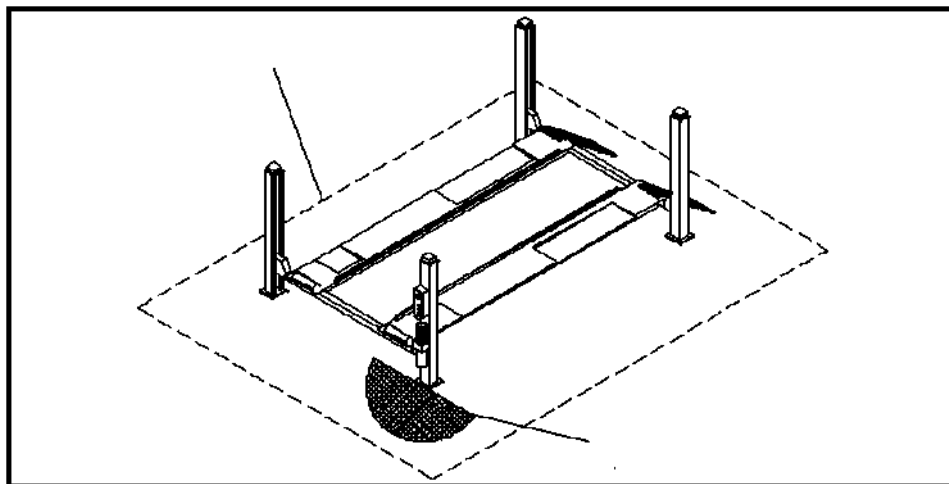
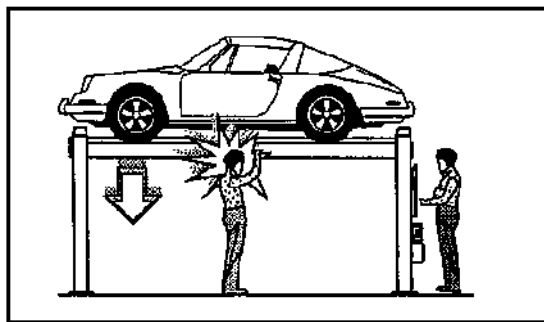

Рис. 16
Рис. 26
- не входите в зону безопасности, в то время как транспортные средства опускаются/поднимаются (см. Рис. 16),
- Во время фазы спуска/подъема, никто не должен находиться в опасной зоне подъемника (рис.26) и оператор должен производить действия только после того, как убедится, что в опасных зонах никто не находится (Рис. 16, 26, 27).